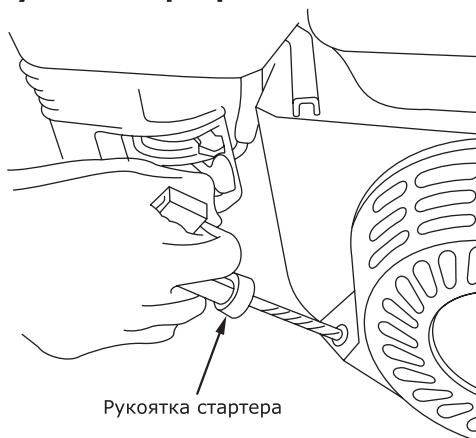

Рис. 13
- Запустите двигатель. Будьте внимательны! При вытягивании шнура стартера шнур может создавать отдачу. Возьмитесь за ручку шнура стартера. Медленно потяните шнур до возникновения сопротивления со стороны двигателя. Не допуская возврата ручки обратно, продолжайте быстро тянуть ручку на полный взмах руки. Медленно (с натягом шнура) верните ручку в начальное положение (рис. 13). Резкое отпущение ручки шнура стартера приводит к механическому повреждению стартера, что рассматривается как негарантийный случай.